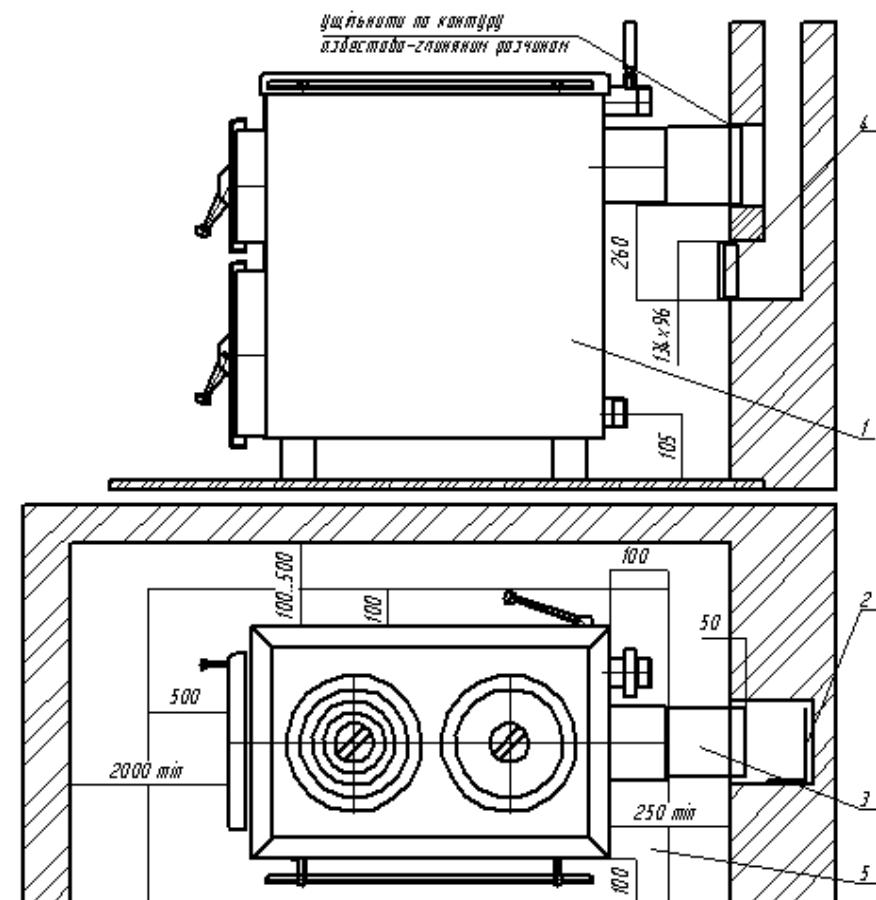

Рис. 2 Рекомендована схема установки апарату і приєднання до димової труби.
- рекомендовані розміри установки апарату згідно **рис. 2.**
2.2.2.1.5 Перед встановленням апарату на підлогу положити металевий лист згідно **рис. 2.**